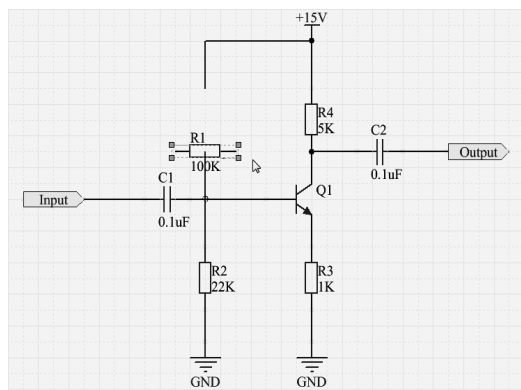

图 4-1-78 电阻 R1 顺时针旋转 90°
① 选中电阻 R1。
② 执行菜单命令 Edit → Move → Rotate Selection Clockwise 或按【Shift】+【空格】组合键，电阻 R1 顺时针旋转 90°，如图 4-1-78 所示。